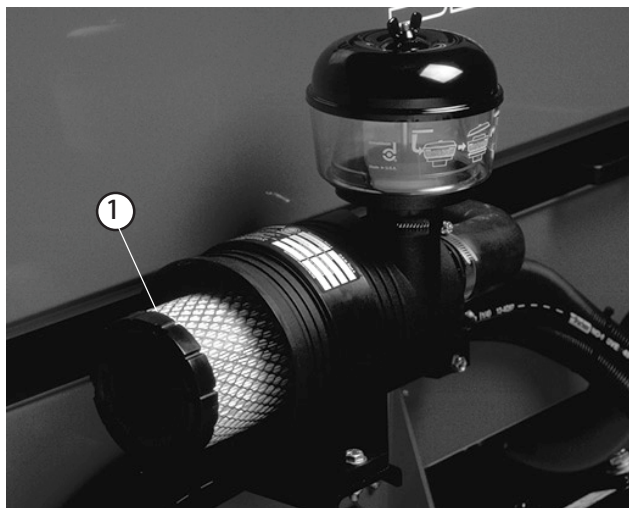

図 47
2. 1次フィルタを取り外して交換する(図47)。元素を洗って再使用しないこと。洗浄によってフィルタの濾紙を破損させる恐れがある。新しいフィルタに傷がついていないかを点検する。特にフィルタとボディーの密着部に注意する。破損しているフィルタは使用しない。フィルタをボディー内部にしっかり取り付ける。元素の外側のリムをしっかりと押さえて確実にボディーに密着させる。フィルタの真ん中の柔らかい部分を持たないこと。